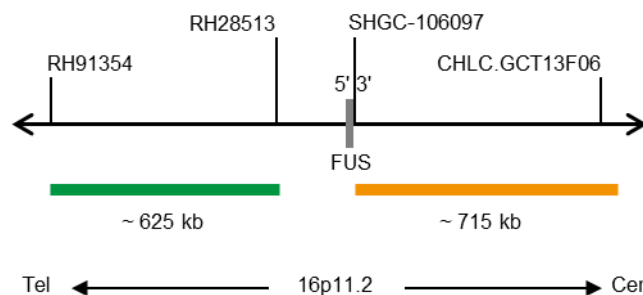

Fig. 1: SPEC FUS Mapa da sonda (sem escala)
- Polinucleótidos (~10 ng/μl) com marcação ZyGreen (excitação 503 nm/emissão 528 nm), dirigidos ao mapeamento de sequências alvo em 16p11.2* (chr16:30,383,304-31,007,836) distais ao ponto de quebra do gene FUS (ver Fig. 1).
- Polinucleótidos (~4.5 ng/μl) com marcação ZyOrange (excitação 547 nm/emissão 572 nm), dirigidos ao mapeamento de sequências alvo em 16p11.2* (chr16:31,213,259-31,927,155) proximais ao ponto de quebra do gene FUS (ver Fig. 1).